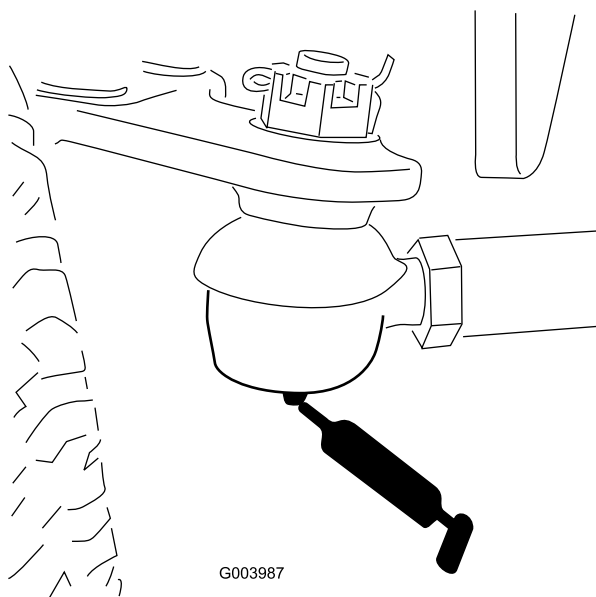

Figure 34
- Bielle de essieu arrière (2) (Figure 34).